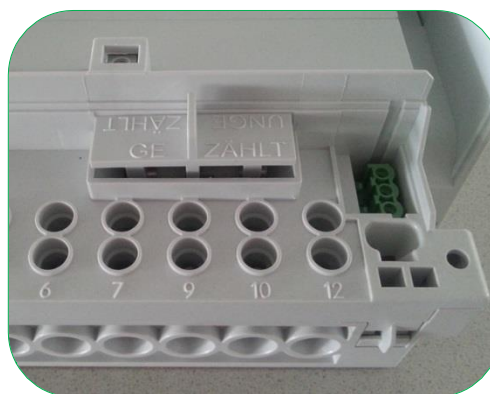

Bild 49: Sicherungsgehäuse mit ersetzte Sicherung wird in die Position gebracht (umgekehrte Reihenfolge als im Bild 47)
3. Sicherung wird in Klemmenblockbereich montiert sein (Bild 49).